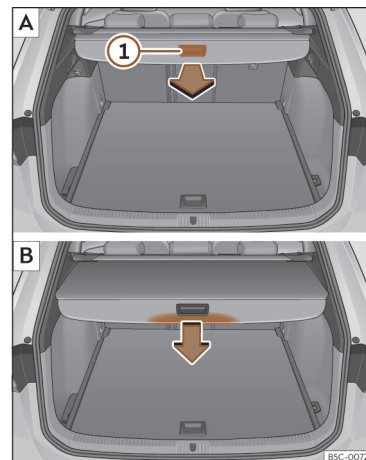

Fig. 175 En el maletero: desenrollar y enrollar la bandeja.
- Tire uniformemente de la bandeja por el asidero >>> **fig. 175** ① hacia atrás y extráigala hasta el tope hasta que encastre de forma audible.
- Presione sobre el asidero de la bandeja en el sentido de la flecha hasta desbloquearla >>> **fig. 175** ②.